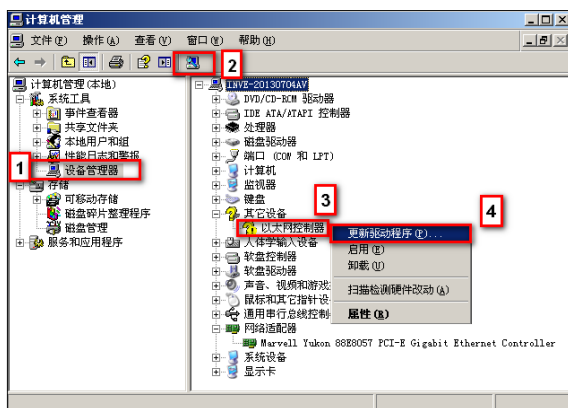

图 3-1
- 3、进入<设备管理器>，点击搜索图标，会出现“以太网控制器”，再右击“以太网控制器”，选择“更新驱动程序...”，如图 3-1